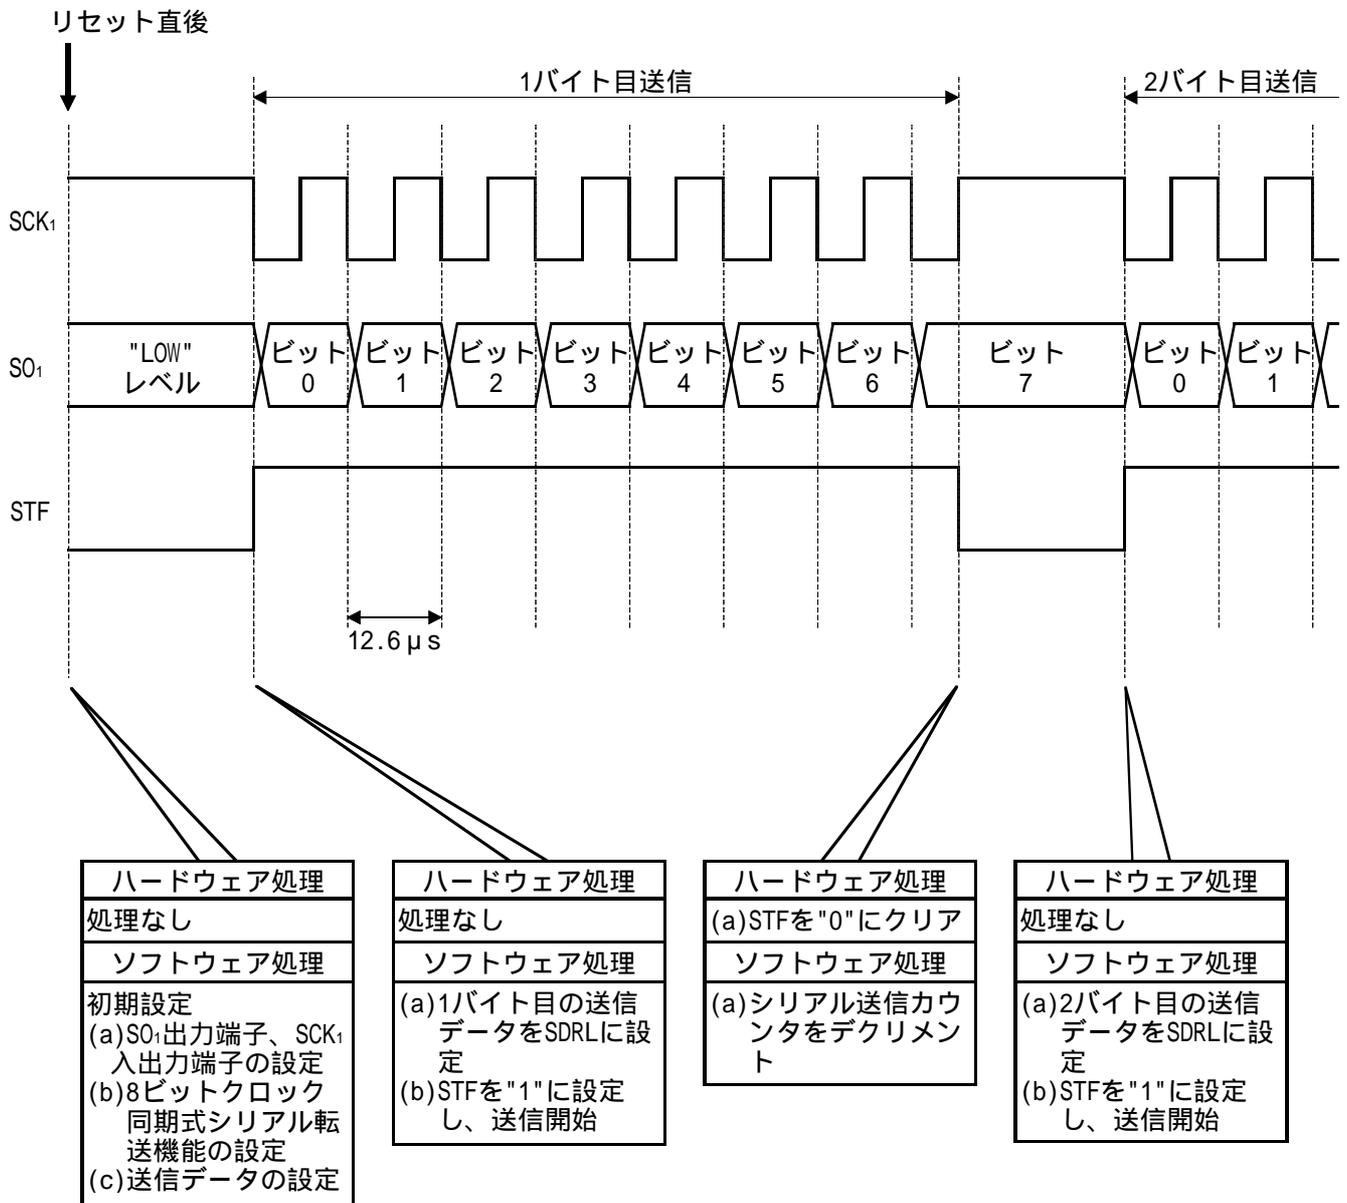

図3 クロック同期式シリアル送信の動作原理
(1) 図3に動作原理を示します。図3に示すようなハードウェア処理、およびソフトウェア処理によりクロック同期式シリアルデータ送信を行います。